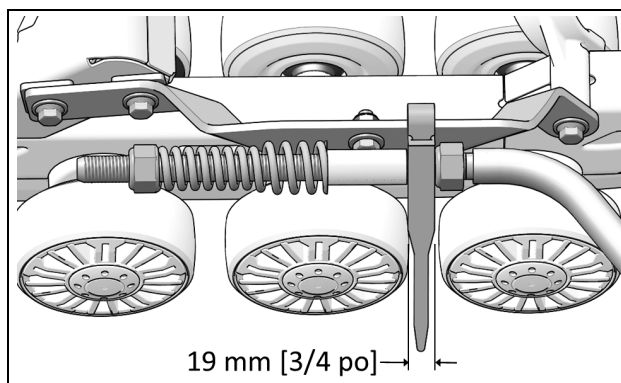

Figure 14
- IMPORTANT:** Contrevérifier la distance minimum de 19 mm entre l'écrou et le guide du bras stabilisateur. Réajuster au besoin. Figure 14.